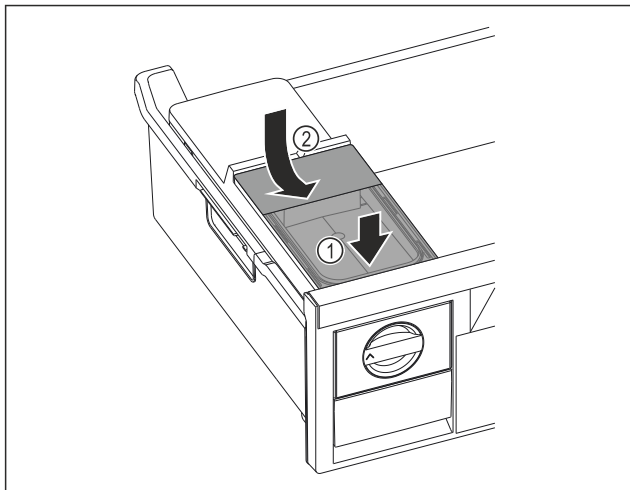

Fig. 76
- ▶ Установите бак для воды спереди. Fig. 76 (1)
- ▶ Опустить бак для воды сзади. Fig. 76 (2)